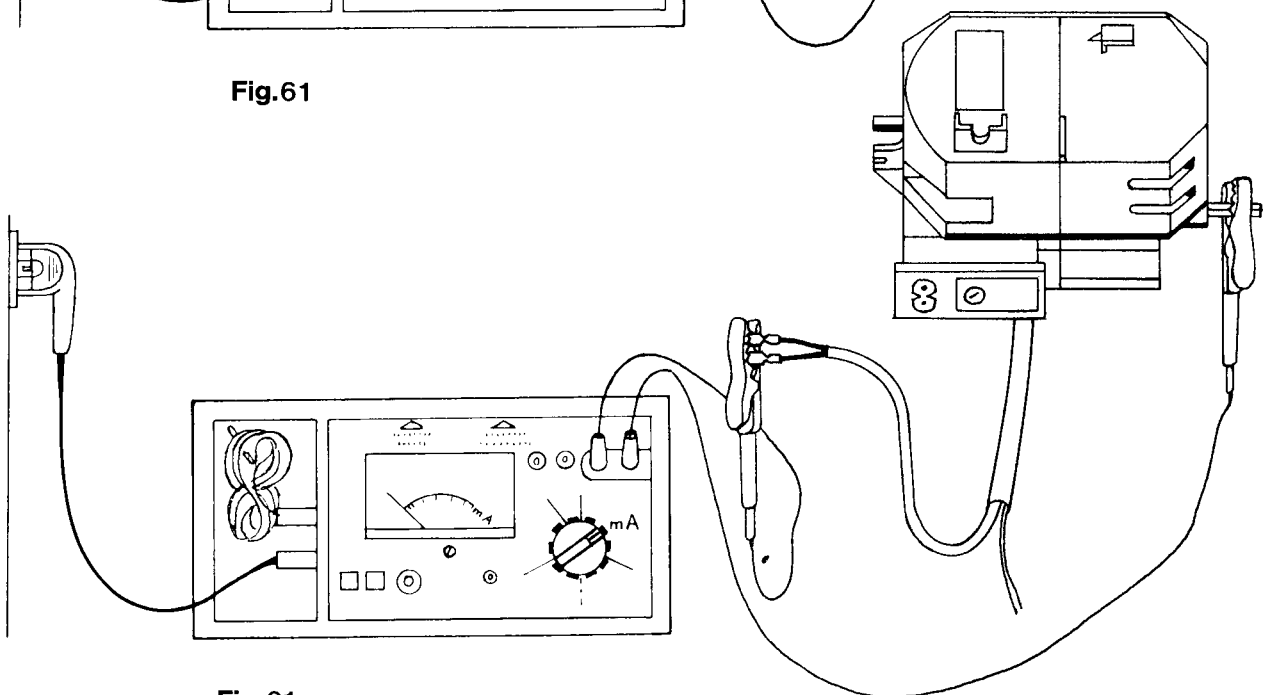

Fig. 61a
- Bei PFAFF Motoren der 1029 die Mutter „Best.“ Nr. 92 320 068-05 anschrauben. Die zwei Kabel wie in Abb. 61a anbringen.
- On motors of Pfaff 1029 machines screw on nut No. 92 320 068-05. Connect the two wires as shown in Fig. 61a.
- Sur les moteurs de la Pfaff 1029, visser l'écrou, réf. 92 320 068-05, Fixer les deux câbles selon fig. 61a.